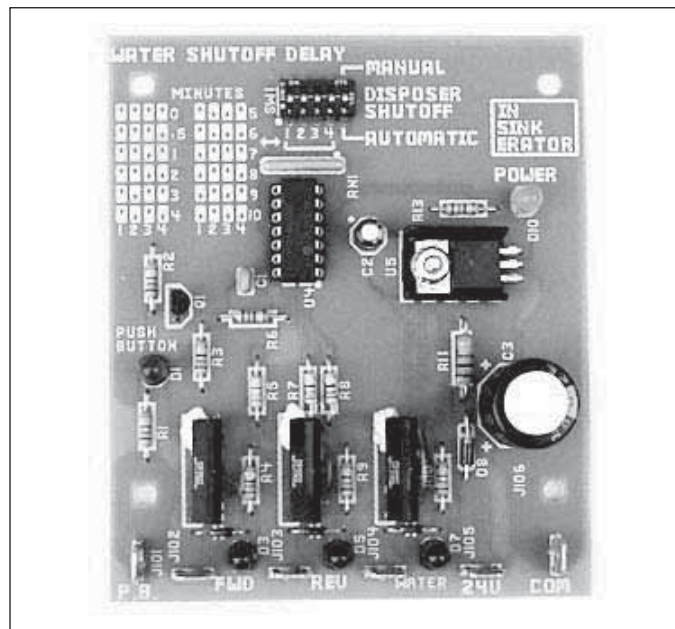
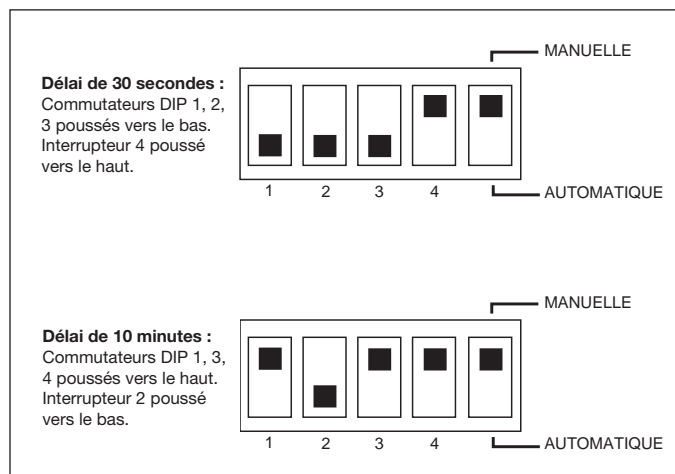

Figure 22.
Figure 23. Exemples de réglage de délai programmé
Ce retardement d'arrêt d'eau peut être réglé de 30 secondes à 10 minutes (voir la figure 23). Réglez le retardement d'arrêt de l'eau à une période d'au moins deux minutes pour les systèmes à auge.
Localisez le retardateur d'arrêt de l'eau situé dans la partie supérieure de la carte de circuits imprimés du WX-101A (voir la figure 22). Réglez les commutateurs DIP à la longueur de retardement désiré pour l'arrêt de l'eau. Utilisez le guide imprimé sur la carte de circuits imprimés pour régler les minutes du retardement (voir la figure 23). Les commutateurs DIP doivent être déplacés pour correspondre aux zones remplies du guide.
**REMARQUE :** *Cette fonction est réglée à la position manuelle en usine. Pour activer l'arrêt automatique programmé du système, coupez l'alimentation électrique du centre de commande, puis ouvrez la porte du centre de commande. Localisez le module du commutateur DIP situé dans la partie supérieure de la carte de circuits imprimés (voir la figure 22). Déplacez le commutateur DIP n° 5 de la position MANUELLE à AUTOMATIQUE. Le système se fermera automatiquement 10 minutes après s'être mis en marche.*